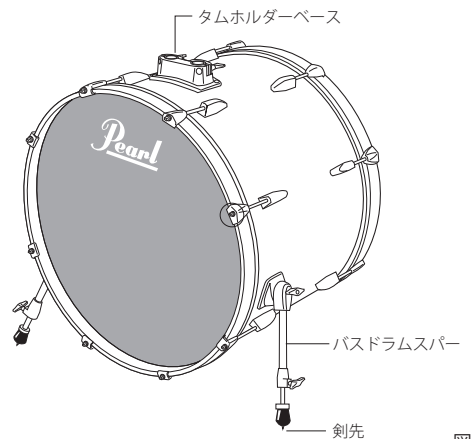

図5
4. タムホルダーベースが上になるよう、バスドラムをおき、左右のバスドラムスパーを出します。左右のスパーが同じ長さになるようにし、必要に応じて剣先を出して下さい（図5）。（剣先を出した場合、床を傷つける場合がありますので、ご注意ください。）